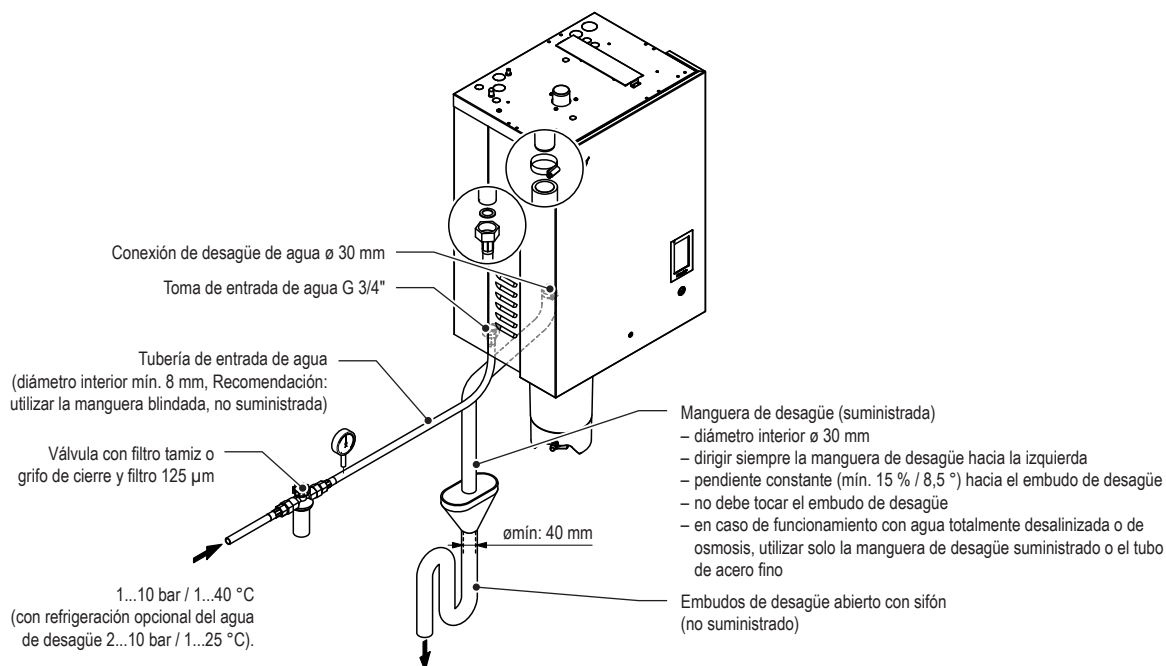

Fig. 22: Resumen de la instalación de agua para equipos individuales pequeños ("S") y medianos ("M")
- Retirar siempre de la conexión de desagüe la manguera de desagüe suministrada hacia la izquierda y dirigir hacia abajo en dirección al embudo de desagüe (véase Fig. 22).